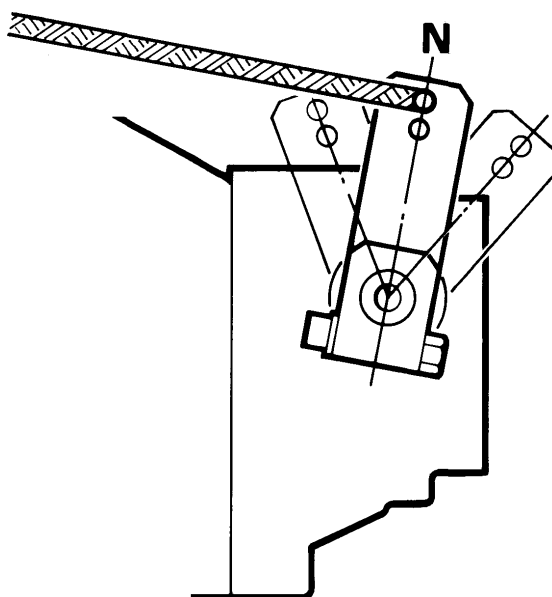

Fig. IV-3
When the engine runs idle, but the propeller shaft should not be driven (such as when charging the battery with the generator), the shifting lever (figure IV-3, item 1) must be held in the neutral position (N) to prevent the boat from moving.
Quando il motore gira al minimo e si desidera che l'elica non giri (per esempio se si deve caricare la batteria con la barca ferma), la leva di comando deve trovarsi in posizione neutrale N (vedi fig. IV-3).
Quand le moteur tourne à vide, tandis que l'arbre d'hélice est arrêté (par exemple quand les batteries se chargent avec l'alternateur), le levier de commande (figure IV-3, repère 1) doit être en position neutre (N), pour que le bateau ne se déplace pas.
Cuando el motor gira al ralentí y se desea que la hélice no gire (por ejemplo, al cargar la batería con la embarcación parada), la palanca de accionamiento debe encontrarse en posición neutral N (ver Fig. IV-3).
Wenn der Motor im Leerlauf läuft und die Propellerwelle aber nicht angetrieben werden soll (z.B. beim Aufladen der Batterie durch den Generator), muß der Schalthebel (Pos.1, Bild IV-3) in der neutralen Position (N) gehalten werden, da das Boot sich sonst bewegt.